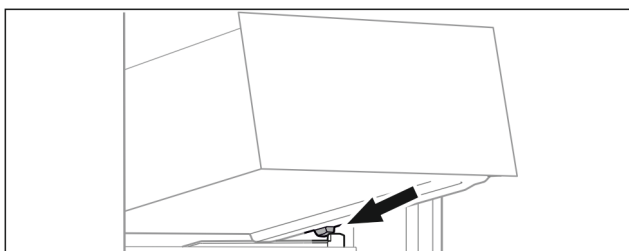

Fig. 69
- ▶ Schubfach schräg hinter den Stoppnern auf Behälterrippe aufsetzen. (siehe Fig. 69)